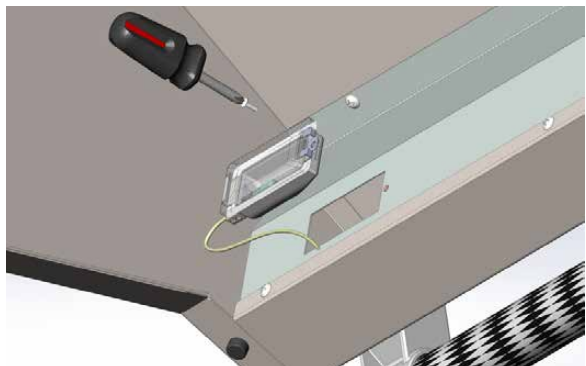

Figure 10
- Ouvrir le couvercle et retirer la petite vis maintenant l'éclairage en place (Fig. 10). Déposer l'éclairage en faisant attention de ne pas faire tomber le verre.